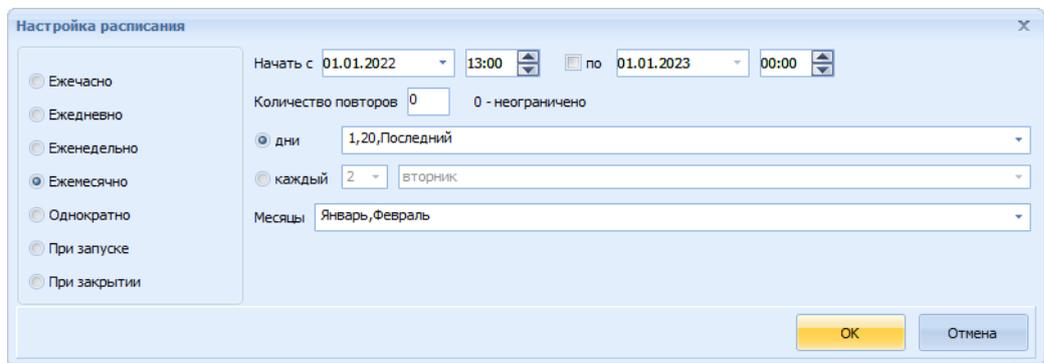

Рисунок 9.14 – Окно Настройка расписания «Ежемесячно», дни месяца
- 1) указывать конкретные дни месяца (рисунок 9.14);